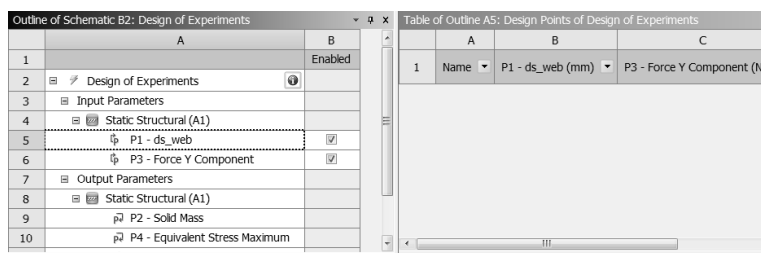

图 18-16 输入/输出
Step12 : 双击项目 B 中的 B2 (Design of Experiments), 进入参数列表, 如图 18-16 所示确定输入/输出。